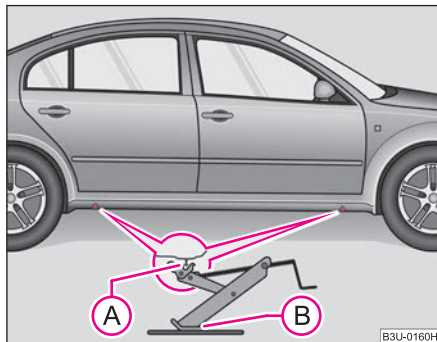

Abb. 195 Radwechsel:
- Wählen Sie zum Ansetzen des Wagenhebers den Aufnahmepunkt – Unterholm, der dem defekten Rad am nächsten liegt ⇒ Abb. 195.
- Setzen Sie den Wagenheber so an, dass die Klaue den senkrechten Steg des Unterholms (A) umfasst und die untere Abstützfläche des Wagenhebers (B) sich mit ihrer ganzen Fläche auf dem festen Untergrund befindet.